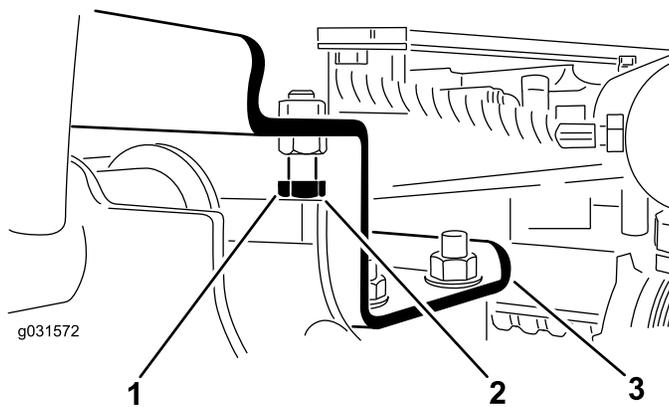

Figure 11
A. Desserrez les boulons d'arrêt (Figure 11).
2. Vérifiez que l'écartement entre chaque bras de levage et le boulon d'arrêt est compris entre 0,13 et 1,02 mm, comme montré à la Figure 11.